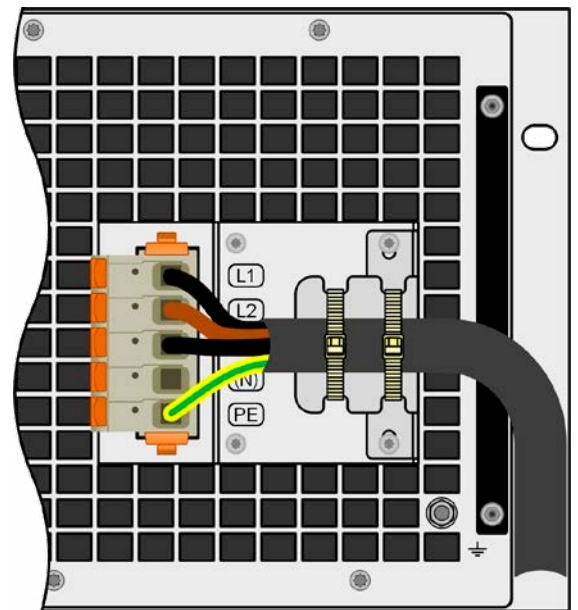

Bild 12 - Fertig montierte Zugentlastung
2. Den Haltewinkel anbringen und mit den mitgelieferten, längeren Schrauben (M3x8) und den Spannscheiben befestigen. Siehe *Bild 12* unten.